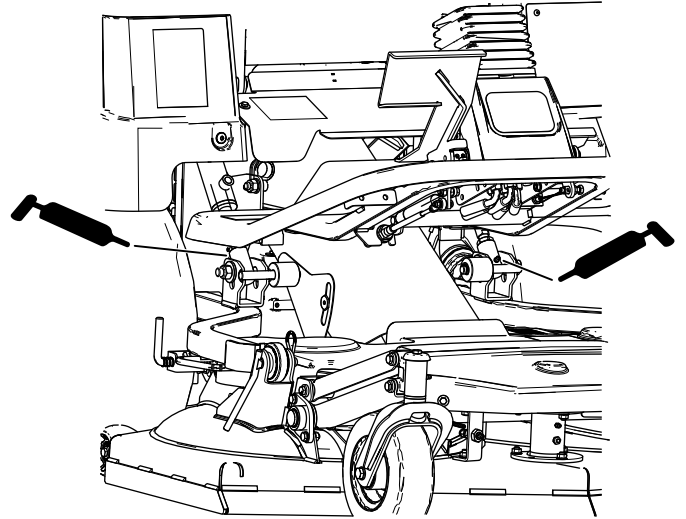

Bild 39
- Schneideinheit hubarm-Drehpunkte (Bild 39)